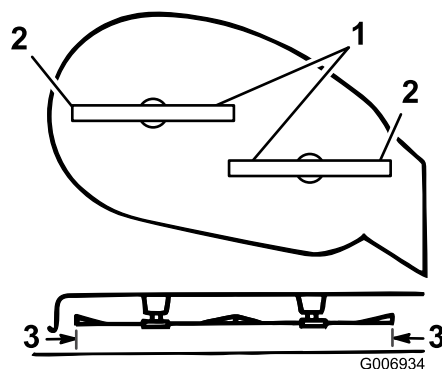

Bild 36
5. Drehen Sie die Schnittemser vorsichtig von einer Seite zur anderen (Bild 36).
6. Messen Sie den Abstand zwischen den äußeren Schnittkanten und der ebenen Oberfläche (Bild 36). Wenn beide Messwerte nicht innerhalb von 5 mm